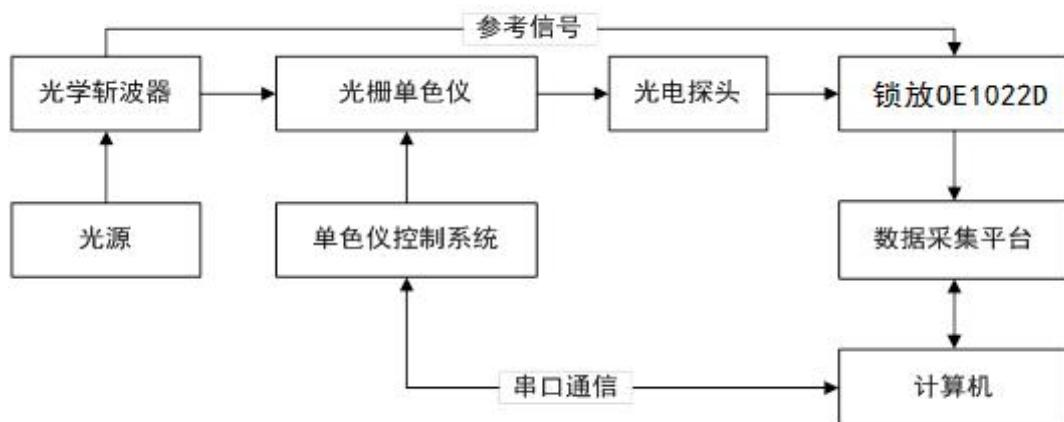

图 101. 光谱测量平台示意图
3. 搭建起光谱测量平台，并用一条带 BNC 接头的信号线连接光电探头的输出接口和 OE1022D 前面板 SIGNAL IN 的 IN+接口；用另一条带 BNC 接头的信号线连接光学斩波器的同步频率信号输出接口 OUTPUT 和 OE1022D 前面板的 REF IN 接口；用一条带 BNC 接头的信号线连接 OE1022D 后面板的 CH1 接口和数据采集平台，示意图如图 101 所示：